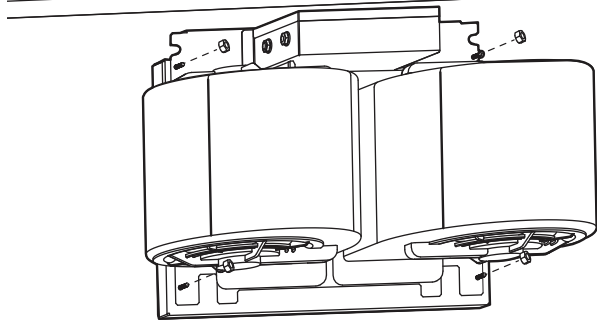

Figure 12 : Emplacement des tiges soudées
1. Le ventilateur est fixé à la hotte à l'aide des deux tiges soudées à la plaque de montage. La Figure 12 montre l'emplacement de ces tiges.
1. Enlevez le couvercle de la boîte de connexion qui recouvre les fils (*consultez la Figure 12 à la page 33*).
2. Enlevez les entrées défonçables circulaires (*Figure 12 à la page 33*).